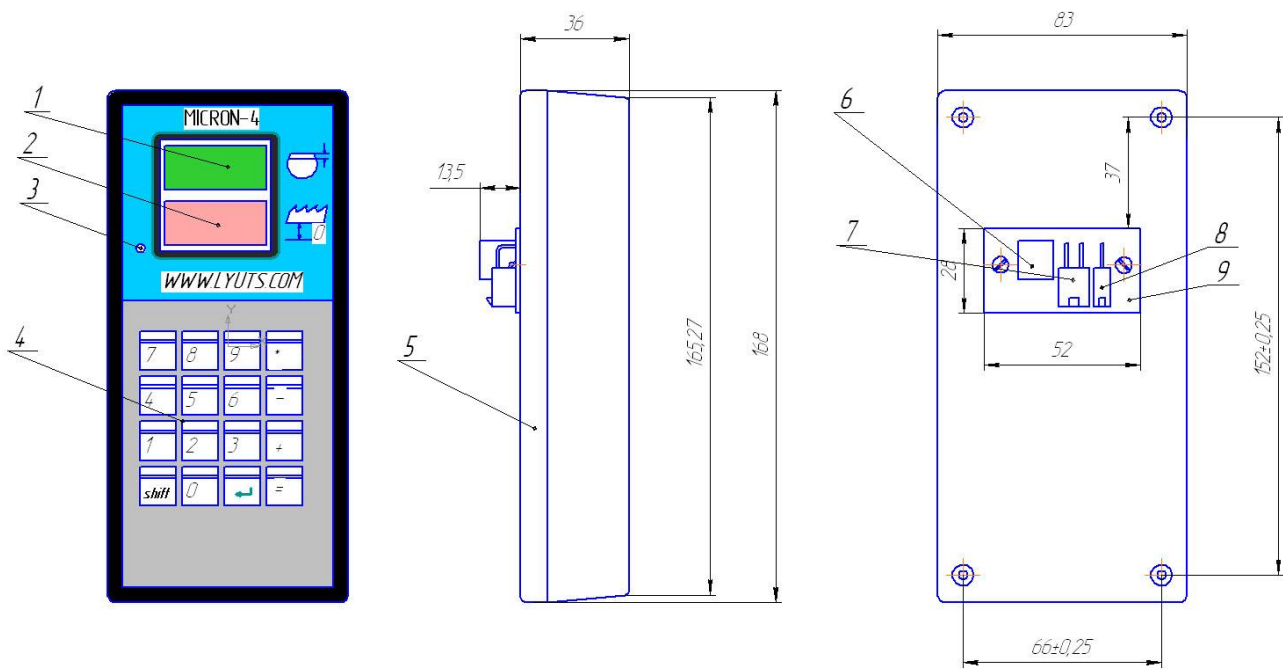

Рис. 1. внешний вид корпуса КПС «MICRON-4»
- корпуса КПС «MICRON-4» (рис.1);
На корпусе электронной линейки см. рис.1 есть два индикатора разного цвета (поз.1,2), клавиатура (поз.4) и светодиод (поз.3).